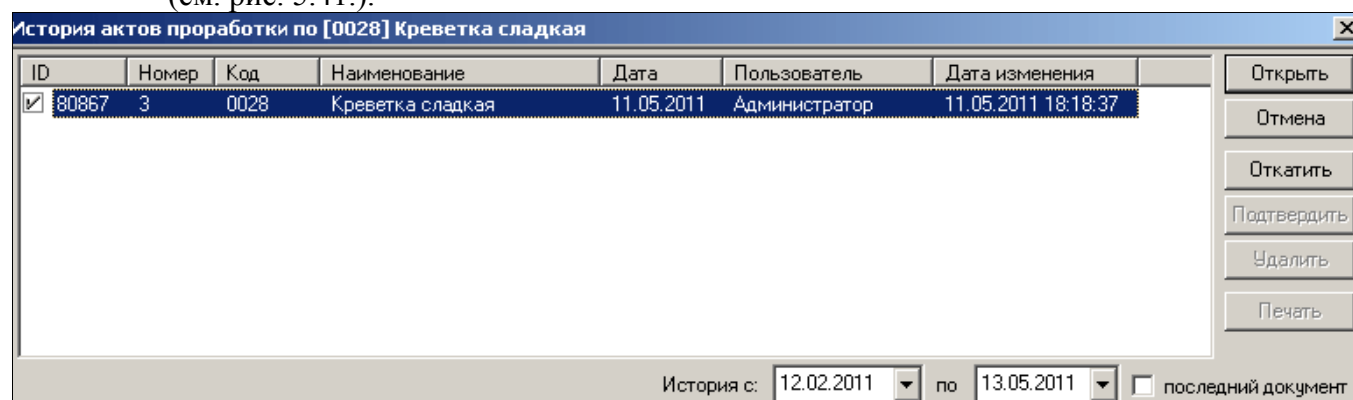

Рис. 5.40.
- *История по одному блюду* — открывается список актов проработки по выбранному блюду (см. рис. 5.40.);